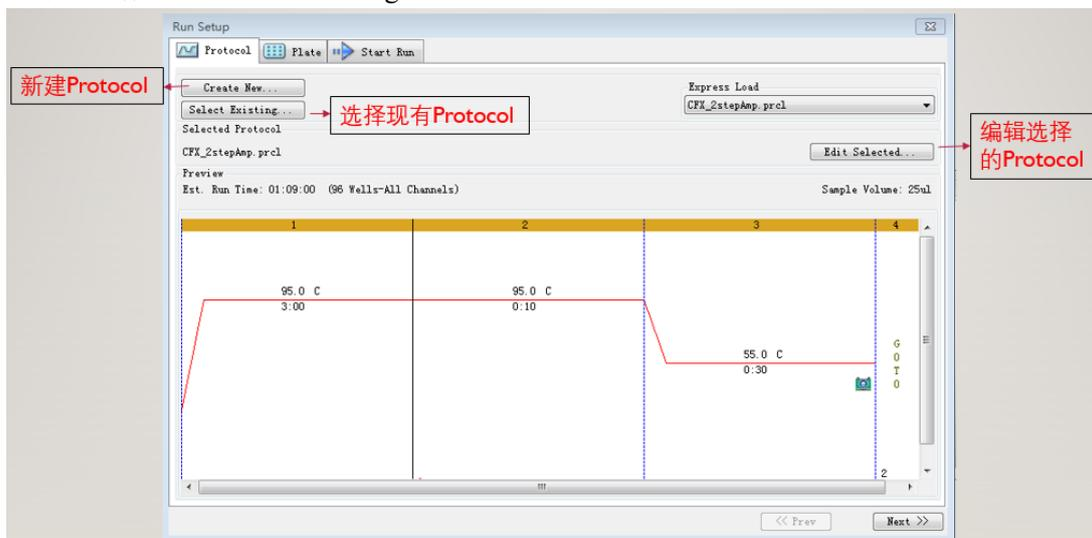

Figure 2
- 1、在程序编辑界窗口 (Figure 2)，可以新建一个程序 (Create New)、导入程序 (Express Load) 或是选择已保存程序 (Select Existing)。